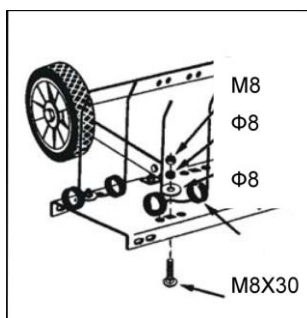

Figur 5
7. Monter hjulakselen på utsiden av de små vinkelfestene med to bolter (M8x20) og låsmuttere (M8), se figur 5. Hjulaksens ender må være plasserte etter bildet. Dra til bolter og muttere helt og slipp siden lite på de.